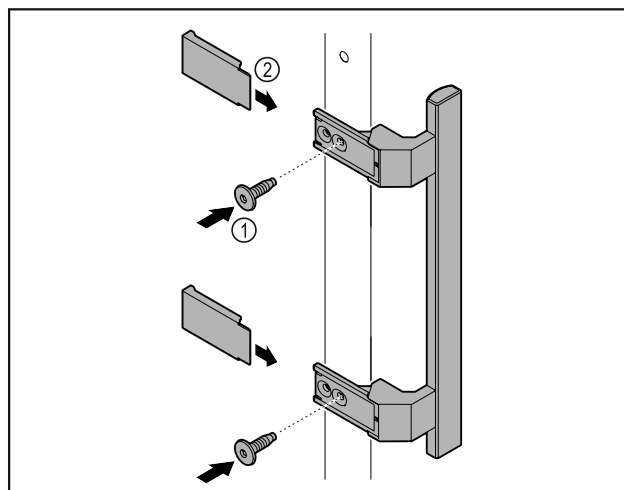

Fig. 7
- ▶ Meegeleverde greep met de meegeleverde schroeven Fig. 7 (1) op de deur aanbrengen.
- ▶ Afdekplaatje Fig. 7 (2) plaatsens.